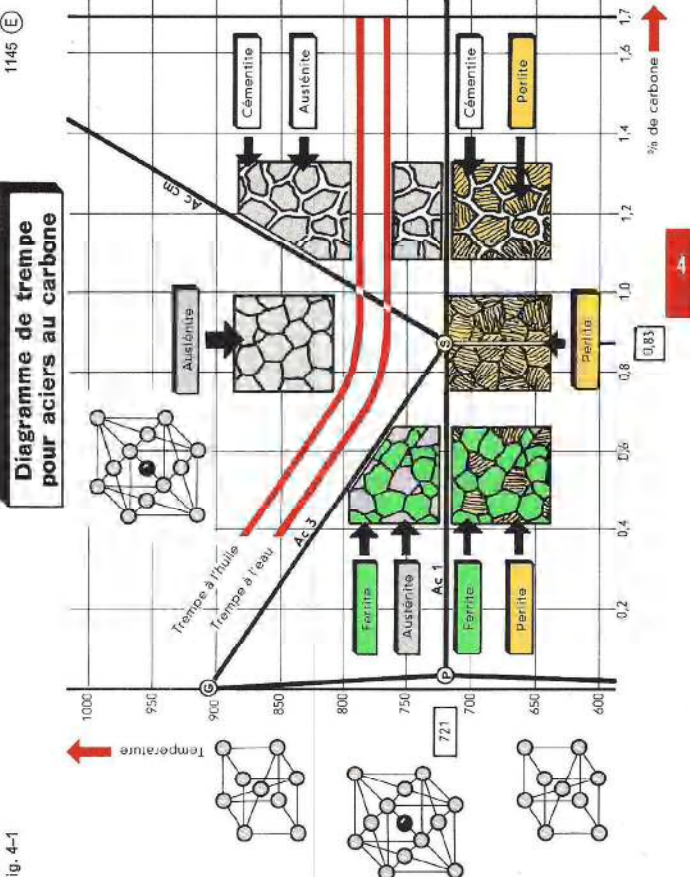

Fig. 4-1
- le diagramme fer-carbone (fig. 4-1)